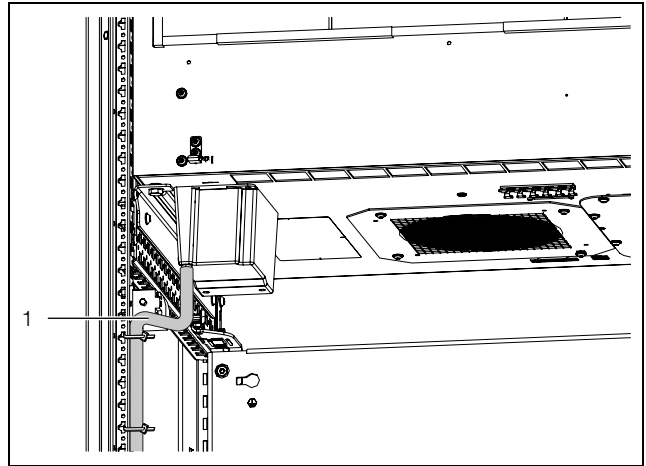

Fig. 12 : pose du tuyau
- Si l'armoire climatisée repose sur le socle VX disponible comme accessoire : incliner le tuyau d'écoulement vers le bas hors de l'armoire à travers sa base conformément aux indications citées ci-dessus (fig. 12).